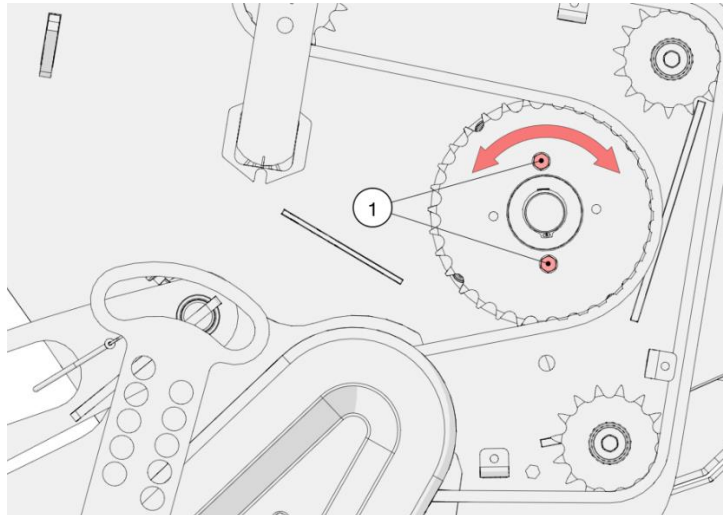

Рисунок 22. Замена предохранительных винтов
- Снимите крышку (1), открутив винты (2), как показано на рисунке 22;
- Снимите срезанный предохранительный винт и убедитесь, что между компонентами привода нет частей срезанного винта (Рис. 22);
- С помощью ключа поворачивайте ротором и установите отверстия элемента безопасности, так, чтобы вставить новый предохранительный винт (1) и затяните его;